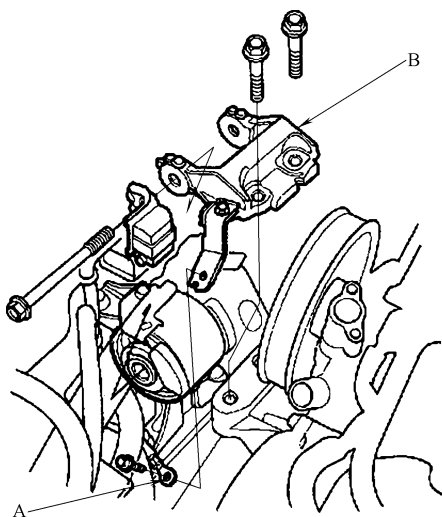

图 23-25 从发动机支架 B 上拆下接地线 A
- 6) 把接地线 A 从发动机支架 B 上拆下 (图 23-25)。